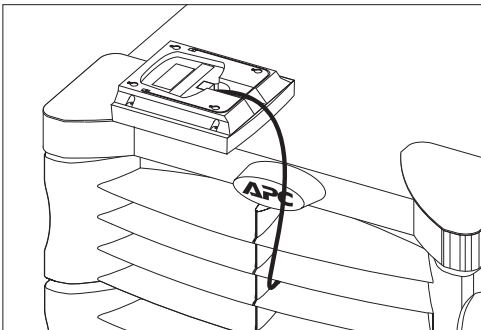

Рис. 5-12 Подключение кабеля к панели индикации PowerView
3. Присоедините вилку кабеля RJ45 к розетке в задней части панели индикации PowerView в соответствии с рис. 5-12.
2. Присоедините другой конец кабеля к розетке в задней части панели индикации PowerView. См. рис. 5-12.